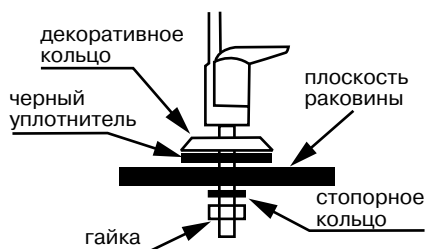
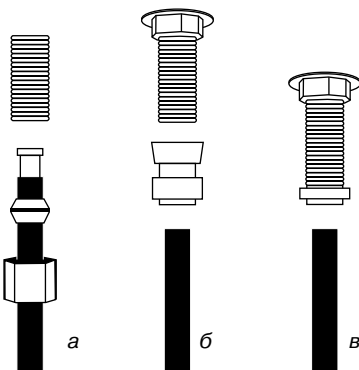

Рис. 5
Рис. 6
Монтаж крана чистой воды производите согласно **рис. 5**. Мы рекомендуем не затягивать гайку (см. **рис. 5**) до завершения монтажа и проверки работоспособности системы, чтобы была возможность убедиться в отсутствии подтекания воды в месте соединения корпуса крана и резьбовой трубки. В комплекте с краном чистой воды для герметизации соединения с трубкой может поставляться набор деталей для подключения, либо кран может иметь в своем составе быстроразъемный коннектор. На **рис. 6а, б, в** приведены способы подключения синей трубки к крану чистой воды. Подключите синюю трубку и к блоку фильтрации (см. таблицу на стр.12).
15. Убедитесь в отсутствии протечки внизу корпуса крана чистой воды, затяните гайку крана (**рис. 5**).